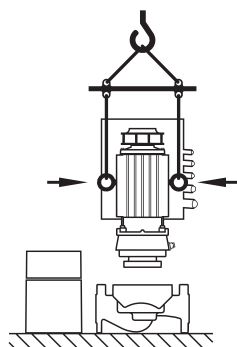

Fig. 25: 运输插入件
- 如果要或者已经将运输用吊环从电机法兰上转移并且安装在电机壳上，则其只允许用于承载或者运输插入件（Fig. 25），但是不允许用于运输整个水泵，并且不允许将插入件从泵壳上拆下（应注意事先拆下，然后安装定距架）。